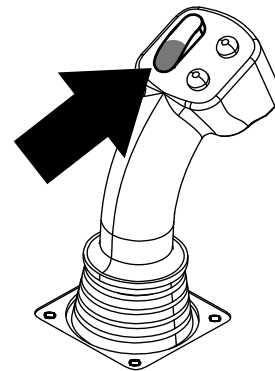
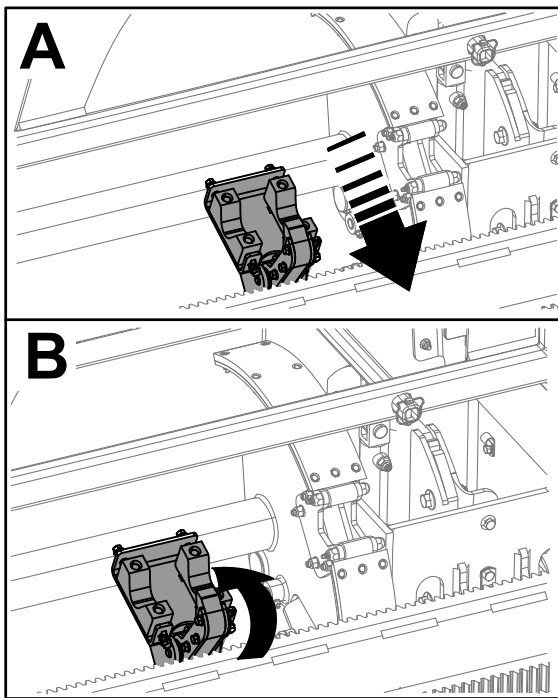

Figura 33
Figura 34
7. Pressione a parte inferior do seletor basculante (Figura 33) até que os braços do carregador sejam rotacionados em direção à caixa de hasteamento. Durante a rotação do conjunto do came, as garras da haste se fecham no hasteamento, direcionando-o à linha de perfuração (Figura 34).